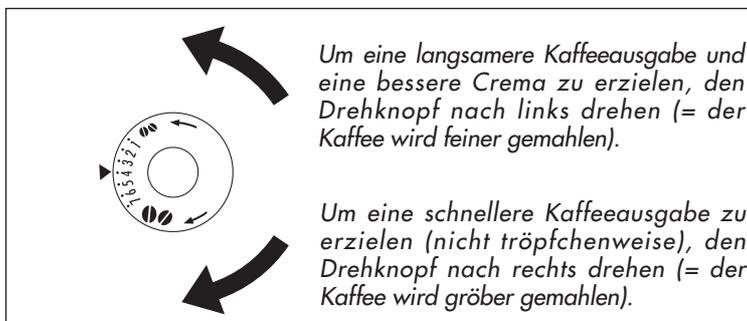

Abb. 15
- Die Serviceklappe öffnen (Abb. 15);